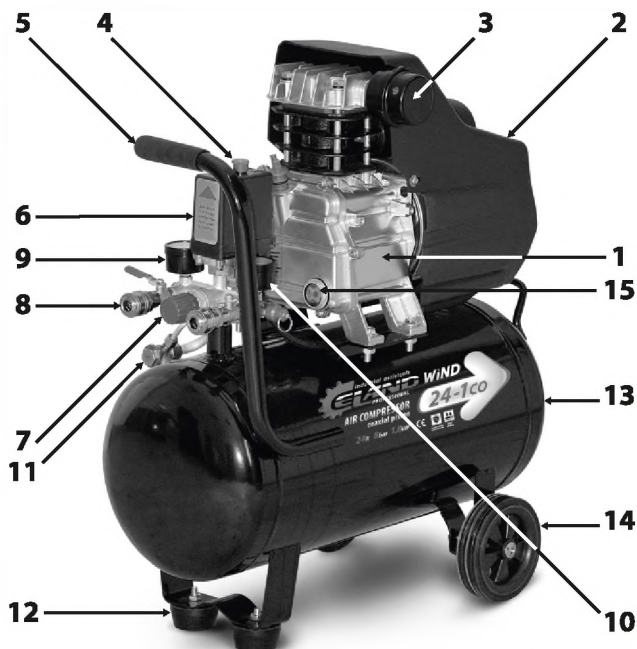

Рис. 1
- Блок поршневой (1) (См. Рис.1) – поршневая группа, одноступенчатая, одноцилиндровая, с воздушным охлаждением - предназначена для выработки сжатого воздуха.
- Ресивер (воздухосборник) (13) (См. Рис.1) служит для сбора сжатого воздуха, выравнивания пульсации воздуха, получающейся в результате возвратно-поступательного движения поршня компрессора, отделения конденсата и масла. Ресивер является также корпусом, на котором смонтированы узлы и детали компрессора.
- Ресивер имеет штуцера для установки реле давления (прессостата) (6), обратного клапана (11), крана слива конденсата, предохранительного клапана, а также кронштейны для установки платформы.
- Платформа предназначена для монтажа поршневого блока, электродвигателя, защитного кожуха (2).
- Электродвигатель предназначен для привода поршневого блока и компрессорной группы, и закрыт защитным кожухом (2) (См. Рис.1).
- Реле (прессостат) (6) служит для обеспечения работы компрессора в автоматическом режиме, поддержания давления в ресивере.
- Штуцер (8) с регулятором давления (6) предназначен для подачи воздуха потребителю.
- Обратный клапан (11) (См. Рис.1) обеспечивает подачу сжатого воздуха только в направлении от поршневого блока к ресиверу.
- Манометр (10) предназначен для контроля давления в ресивере.
- Блок управления компрессором включает в себя: манометр давления в ресивере (10); манометр давления на выходе (9); реле давления (прессостат) (6); регулятор давления на выходе (7); кнопку пуска (4); клапан предохранительный.
2. Убедитесь в том, что кнопка пуска (4) на реле давления (6) (См. Рис.1) находится в положении «Выключено». Вставьте вилку питающего электрического кабеля в соответствующую розетку.
3. Переведите кнопку пуска (4) на реле давления (6) (См. Рис.1) в положение «Включено».
5. Остановите компрессор, вновь нажав на кнопку пуска (4) (См. Рис.1).
6. Присоедините к раздаточному штуцеру (8) шланг компрессорного оборудования.
- Для включения нажмите на кнопку пуска (4) (См. Рис.1) реле давления, чтобы установить ее в положение «Включено».